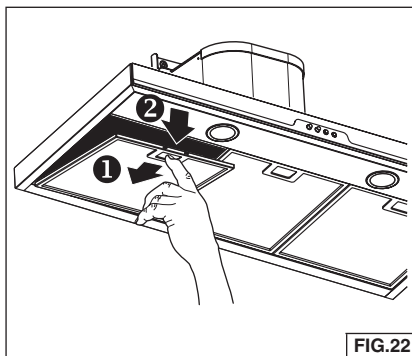

FIG.22
1. Enlevez le filtre à graisse en enfonçant la languette du loquet pour dégager le filtre de la hotte. Inclinez le filtre vers le bas et enlevez-le. Fig. 22.
2. Pour installer le filtre à GRAISSES, alignez les ergots arrière du filtre dans les fentes de la hotte. Enfoncez la languette métallique, poussez le filtre en place et relâchez la languette. Vérifiez si le filtre est bien fixé une fois remplacé. Fig. 22.